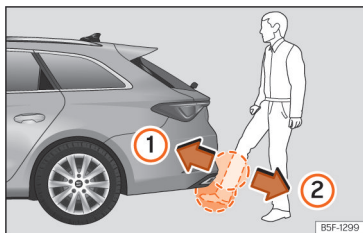

Fig. 82 Porta da bagageira com abertura controlada por sensor (Easy Open)
- Com um movimento rápido, aproxime o pé e a parte inferior da perna o mais possível ao para-choques. A parte inferior da perna tem que aproximar-se da zona do sensor superior, e o pé da zona do sensor inferior »» Fig. 82 ①.
• Retire rapidamente o pé e a parte inferior da perna das zonas dos sensores »» Fig. 82 ②. A porta da bagageira abre-se automaticamente.